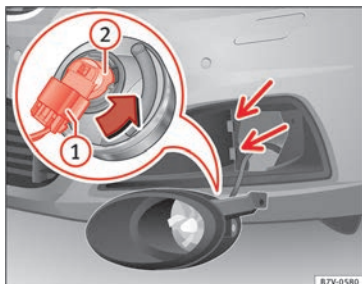

Fig. 111 Remplacement des ampoules des projecteurs.
3. Inclinez le projecteur légèrement vers l'avant et retirez-le de ses logements latéraux » **fig. 111** (petites flèches).
4. Débloquez la connexion » **fig. 111** ① et retirez-la.
5. Tournez le porte-ampoule » **fig. 111** ② vers la gauche jusqu'en butée dans le sens de la flèche et retirez-le avec l'ampoule en tirant vers l'arrière.
8. Encastrez la connexion » **fig. 111** ① dans le porte-ampoule ②. La connexion doit s'encastrer de manière audible.
9. Placez le projecteur dans ses logements » **fig. 111** (petites flèches) et inclinez-le vers l'arrière.